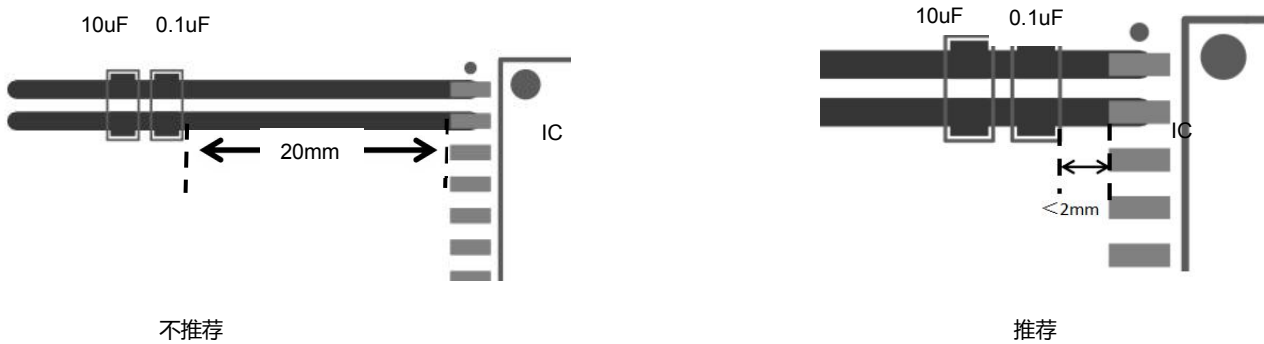

图 25-1
1、VCC 与 GND1、VISO 与 GND2 的去耦电容及储能电容应尽可能摆放在靠近芯片引脚的位置，以减少环路面积和 PCB 走线的寄生电感。一般应控制在 2mm 以内。去耦电容放在靠近芯片的位置，储能电容放在外侧。如下图 25-1 所示。